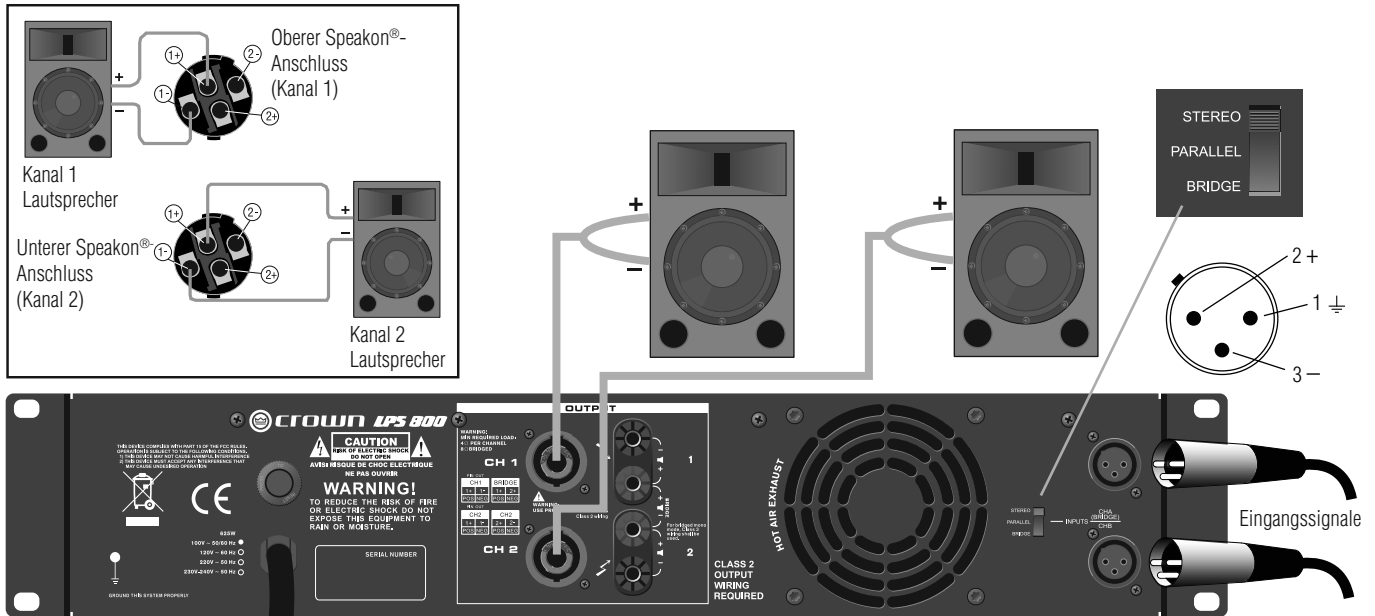

Abbildung 3: Stereo (duale)-Verkabelung über die Speakon®-Anschlüsse
1. Siehe Abbildung 3. Stellen Sie den Betriebsmoduswähler an der Rückplatte auf STEREO.